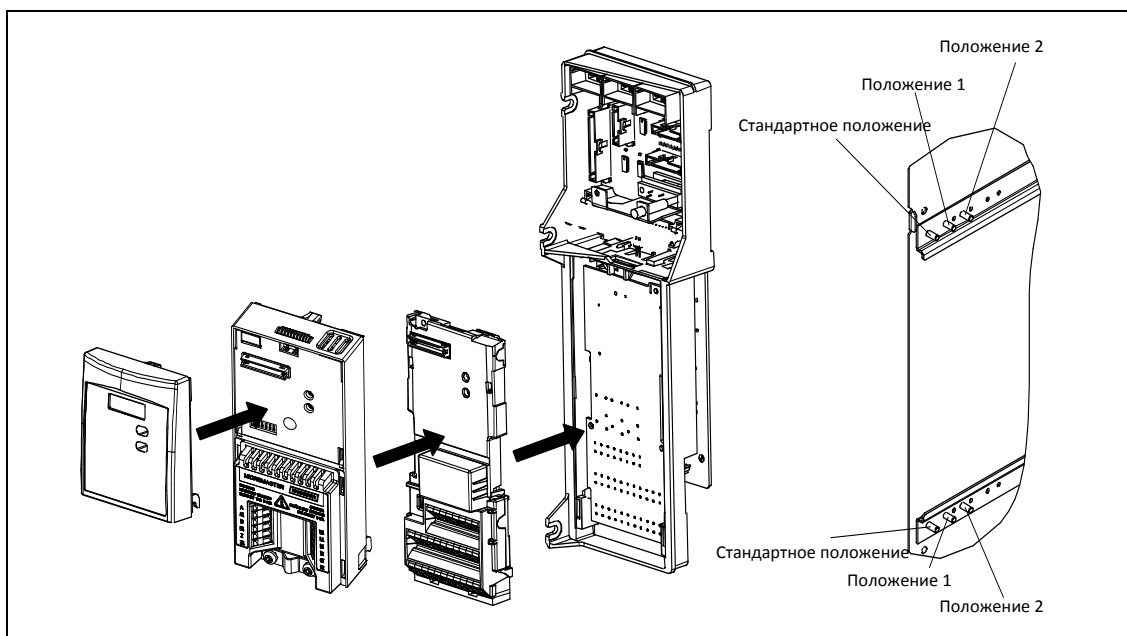

Рис. 2-7 Установка опций для блока электроники (на примере модуля обработки сигналов импульсного датчика)
- Закрепить блок электроники согласно рис. 2-7 в правильном положении.